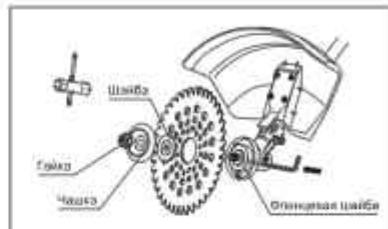

Рис. 7
- Совместите отверстие во фланцевой шайбе с отверстием в чашке редуктора (рис. 7). Вставьте металлический стопорный стержень в отверстие чашки редуктора и в отверстие фланцевой шайбы.
- Удерживая стопорный стержень одной рукой, надежно затяните гайку трубчатым ключом (входит в комплект поставки), поворачивая ее против часовой стрелки (рис. 7).